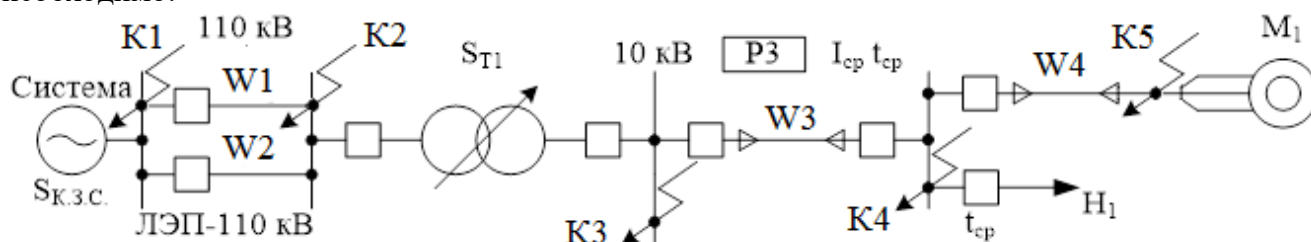

Рис. 1. Участок распределительной сети
Задание: Для известных токов короткого замыкания в характерных точках расчетной схемы (рис.1), исходя из расположения РЗ на линиях электроснабжения 110 и 10 кВ, необходимо:
- 1) Рассчитать номинальные и максимальные токи, протекающие по отдельным участкам расчетной схемы (рис. 1).
Рассчитать первые ступени РЗ линий (рис.1: РЗ-1 - ТО - установлена в начале линий W1(W2); РЗ-3 – ТО и НТО - установлена в начале линии W3; РЗ-4 - ТО установлена в начале линии W4). Вид реле: РЗ-4; РЗ-3 – электромеханические с реле РТ-40; РЗ-1 – цифровые.
Рассчитать МТЗ линии W3 с пуском по напряжению (рис.1). Вид реле: электромеханические реле типа РТ-40 и РН-50. Сравнить чувствительность обычной МТЗ и МТЗ с пуском по напряжению.
Рассчитать продольную дифференциальную защиту трансформатора Т1 и токовую отсечку этого же трансформатора (рис.1).